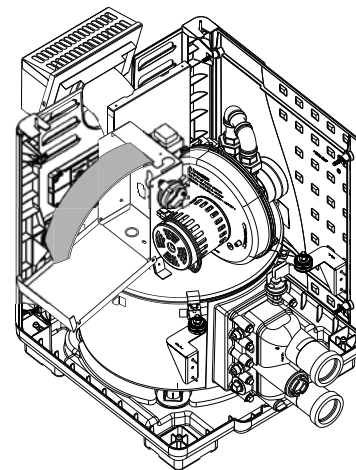

Figura 28.
3. Abra la tapa de la caja de control (ver **Figura 28**).
- Conecte los cables entre los terminales del Interruptor de Bombero en el calentador y el regulador. Conecte los cables del controlador o del sincronizador al Interruptor de Bombero. El controlador, el sincronizador o el regulador deben ser preparados para manejar 24VAC a 0.5 Amp (por que completara el circuito de 24VAC del panel de control en el calentador como se muestra en la **Figura 28**). NO aplique voltaje de línea a los terminales del interruptor de bombero. Use cable calibre 18 con un mínimo de 3/64" (1.2mm) de grosor de aislamiento clasificado para una elevación de temperatura de por lo menos 105°C.